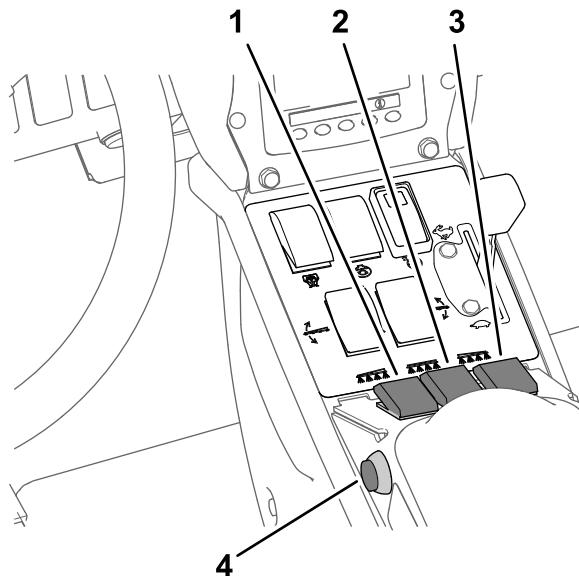

图 44
- 将打药机喷洒臂段开关设定至开启位置图 44。
- 以所需速度行驶然后将主喷洒臂段开关设定至开启位置开始喷洒图 44。
3. 将主喷洒臂开关设定至关闭位置请参阅 以喷洒率模式喷洒 \(页码 32\) 中的图 44。
7. 需要时将单个喷洒臂段开关设定至开启位置请参阅 以喷洒率模式喷洒 \(页码 32\) 中的图 44。
9. 以所需速度行驶然后将主喷洒臂段开关设定至开启位置开始喷洒请参阅 以喷洒率模式喷洒 \(页码 32\) 中的图 44。